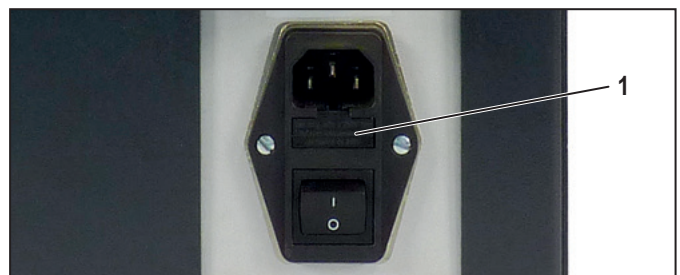

Afbeelding 8.2 Messen plaatsen
- ▶ Monteer ieder mespaar zo, dat de vellingkanten naar buiten wijzen (rood gemarkeerd in afbeelding 8.2).